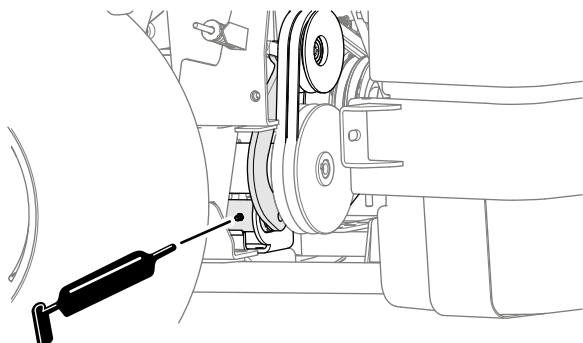

Bild 46
- Halterung der Zapfwellenspannscheibe (Bild 46)